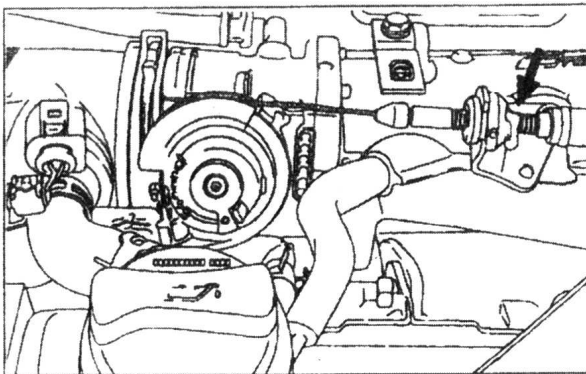

图 2-2 拆卸油门拉索
- (12)松开制冷剂管路固定管夹。
- (13)拆下空调压缩机。
- (14)空调压缩机固定到车身上,以使制冷剂管路/软管不承受负载。
- (15)拆下排气歧管后的排气管。
- (16)拆下空气滤清器上部。
- (17)拆下进气管护罩。
- (18)把节气门控制单元上及支座上的油门拉索拆下(不要拆下支座上的拉索定位器,如图 2-2 所示)。